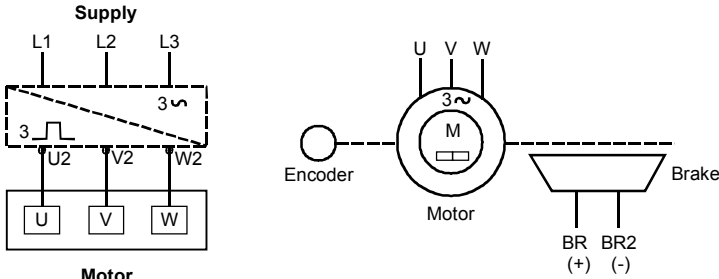

Fig. 6 Schema delle connessioni
- Osservare i dati della targhetta (Cap. 3.1) e le indicazioni degli schemi elettrici (Fig. 6 a Fig. 9).